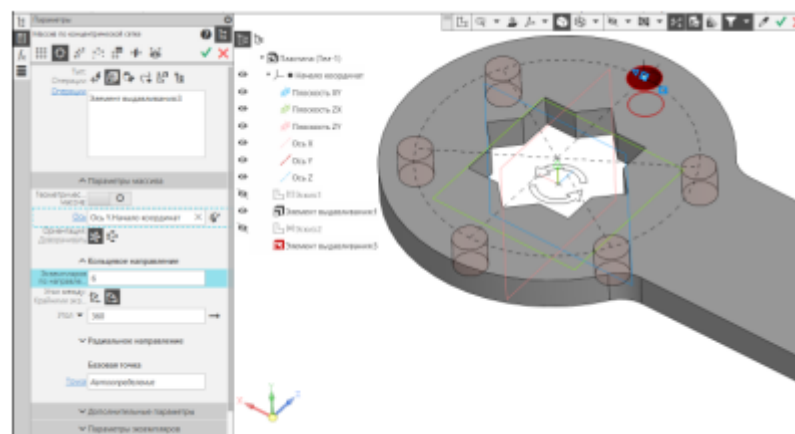

Рис. 1.19. Создание массива по концентрической сетке
Твердотельное моделирование – Массив, копирование – Массив по концентрической сетке. Выбрать элемент массива (Выдавливание 2), ось вращения (Y), количество элементов массива (6), угол (360°) (рис. 1.19).